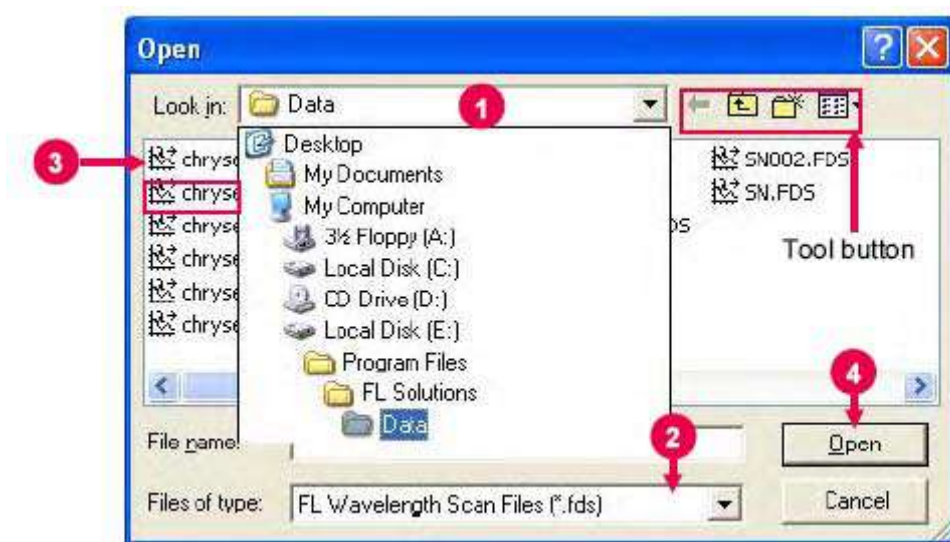

Рис. 7-1
(1) Нажмите кнопку  (открыть), находящейся на стандартной панели инструментов. Появится окно, изображенное на рис. 7-1. (или выберите команду «Открыть» из меню «Файл»).
(2) Окно (рис. 7-1) имеет четыре кнопки на панели инструментов. Кнопки и их функции показаны в таблице 7-1
(3) Определите папку в поле «Папка», которая содержит файл, подлежащий загрузке. Например, выберите файл, находящийся на локальном диске из папки Program Files -FL Solutions – Data (смотрите (1) на рис. 7-1)
(4) Выберите тип файла в поле «Тип файлов»
В списке будут отображены файлы выбранного типа. (Смотрите (2) на рис. 7-1.)
(5) Выберите файл. Выбранный файл будет выделен синим цветом. (Смотрите (3) на рис. 7-1.)
(6) После завершения выбора, нажмите кнопку «Открыть» (Смотрите (4) на рис. 7-1.).